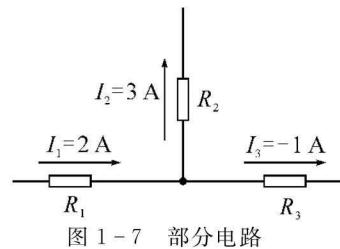

图 1-7 部分电路
①与被测电路串联。②注意电流的极性，使被测电流从电流表的“+”接线柱流进，“-”接线柱流出。③选择合适的量程。电流表选用量程一般为被测电流的 1.5~2 倍，若事先无法确定被测电流的大小，量程的选择一般应从大到小，直到合适为止。④防止短路。
**【例 1】** 如图 1-7 所示为部分电路的电路图，图中标出了各支路电流的参考方向和计算结果，请你说说各支路电流的实际方向。